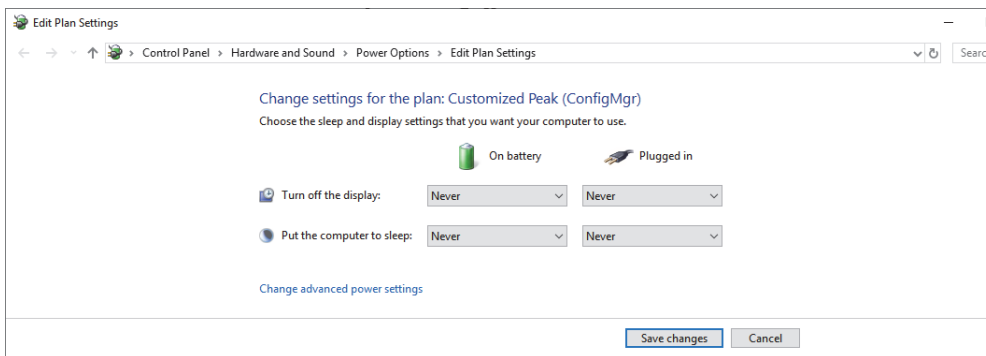

図 4-1 プラン設定の編集ダイアログボックス
- b) **プラン設定の編集**ダイアログボックスで、**ディスプレイの電源を切るとコンピューターをスリープ状態にする**について**適用しない**を選択します（44 ページの図 4-1）。